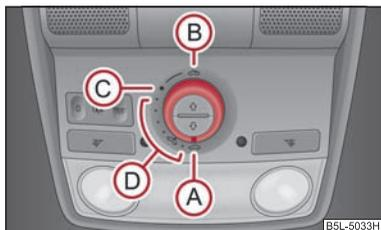

Fig. 34 Interruttore del tetto scorrevole panoramico
Il tetto scorrevole panoramico con tendina parasole avvolgibile si aziona con l'apposito interruttore ⇒ fig. 34 solo ad accensione inserita. L'interruttore può essere innestato in più posizioni.
- Portare l'interruttore in posizione C ⇒ fig. 34.
- Portare l'interruttore in posizione A ⇒ fig. 34.